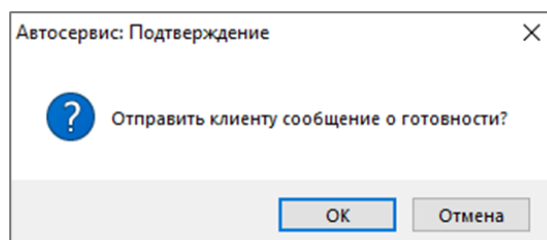

рис. 303
- 8.1. Откроется окно подтверждения отправки сообщения о готовности клиенту (рис.303).